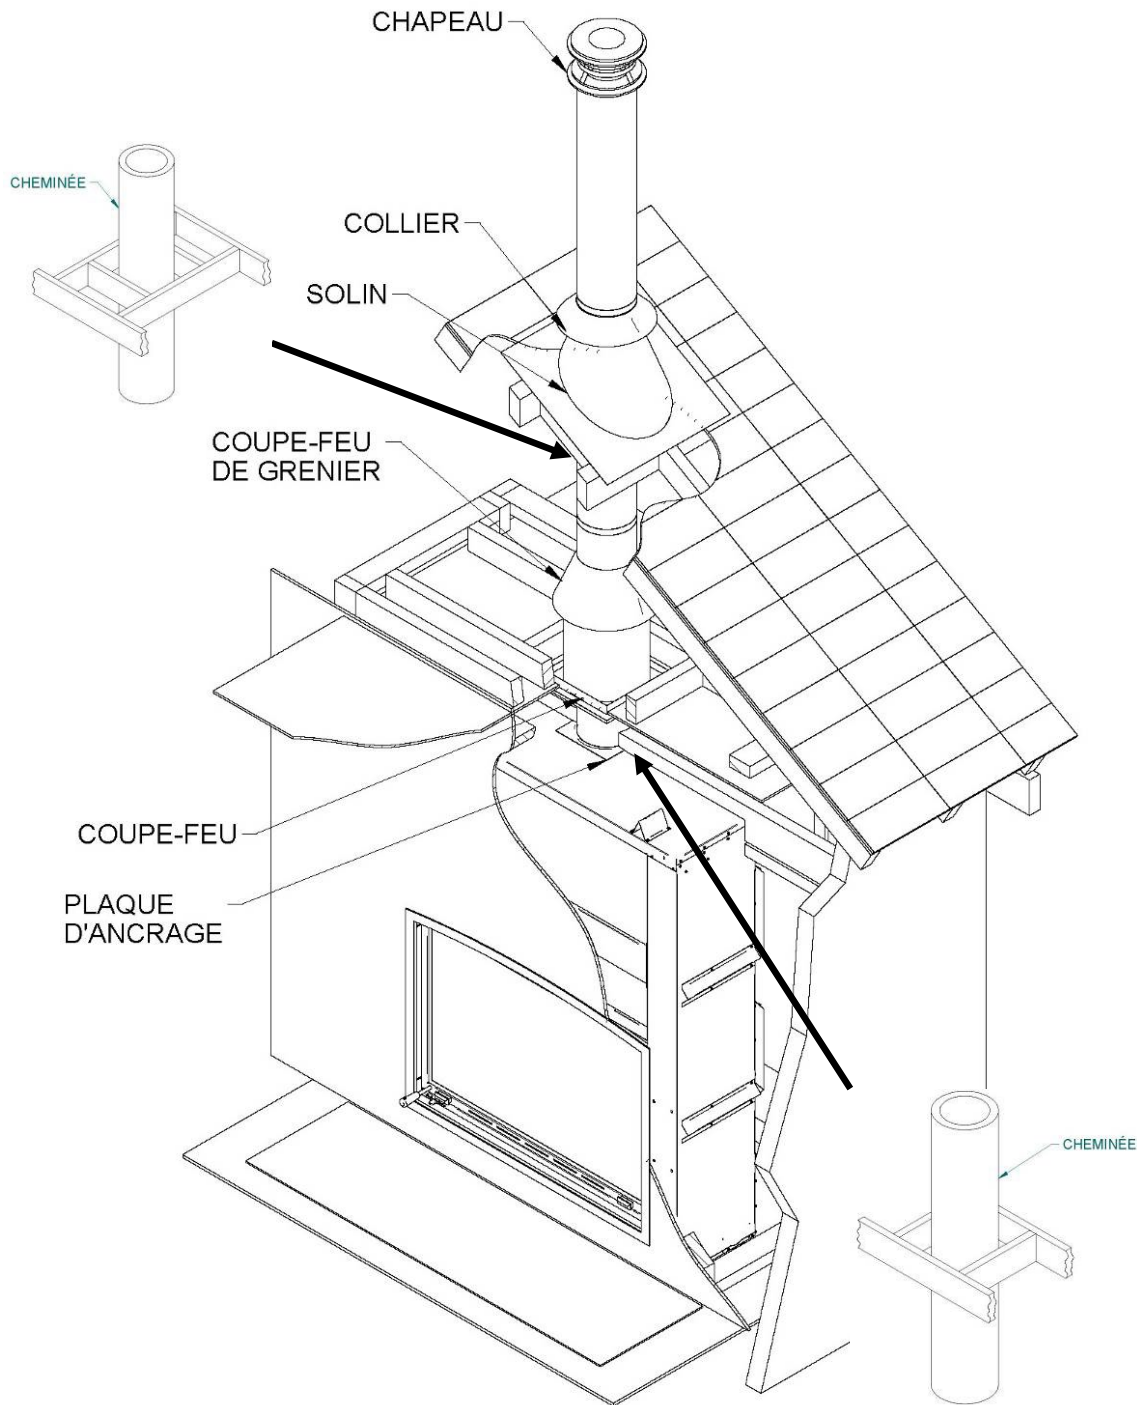

Figure 30
2. En vous plaçant sous le plafond, installez un coupe-feu fourni par le fabricant de la cheminée à chaque étage où passera la cheminée. Placez-vous dans le grenier, pour installer un coupe-feu de grenier (**voir Figure 30**).
3. En suivant les instructions du fabricant de cheminées, placez la première section de cheminée sur le foyer. Pour toutes les cheminées, vous devez utiliser une plaque d'ancrage fournie par le fabricant de la cheminée avant d'installer la première section de cheminée (**voir Figure 30**). Continuez à installer des sections de cheminée en vous assurant de verrouiller chaque section en place selon les instructions du fabricant de cheminées. Généralement, il est recommandé de sécuriser les sections de cheminée avec trois (3) vis à métaux de 1/2" (12 mm).
5. Placez ensuite le solin de toit et scellez le joint entre le toit et le solin avec du goudron à toiture (**voir Figure 30**). Sur un toit en pente, insérez le solin sous le bardeau supérieur et par-dessus les bardeaux inférieurs. Clouez le solin en utilisant du clou à bardeau.